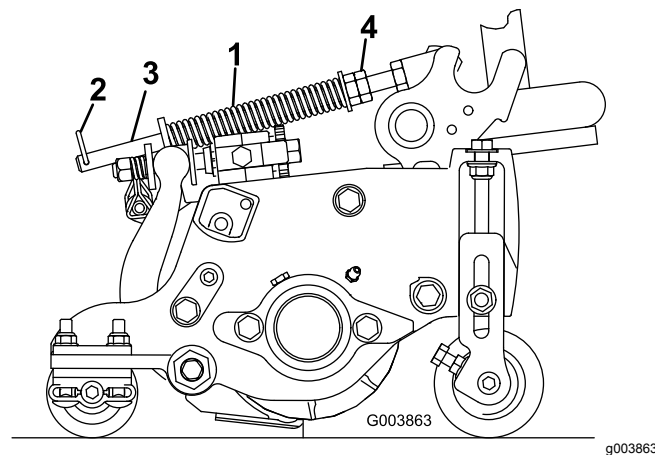

図 15
リールマスター5510の7インチカッティングユニットでは 15.9 cm 図 15。
ターフ補正スプリング 図 15 は、前ローラから後ローラへと、カッティングユニットの体重移動を行います。これによりユニットを安定させ、いわゆる「波打ったような」仕上がりがボビングとかマーセリングといわれる現象を防いでいます。
1. ヘアピンコッターがスプリングロッドの後の穴に差し込まれていることを必ず確認しておいてください 図 15。